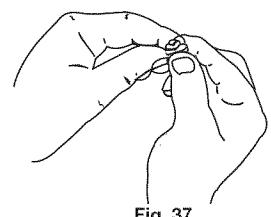

Fig. 37
5. Apriete el filtro para esparrcir y retirar el exceso de aceite (Fig. 37).